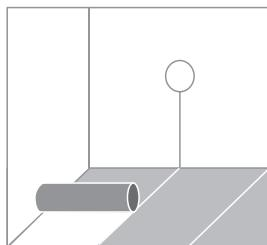

Рис. 2
3. Уложите теплоизоляцию на подготовленную поверхность (Рис.2)